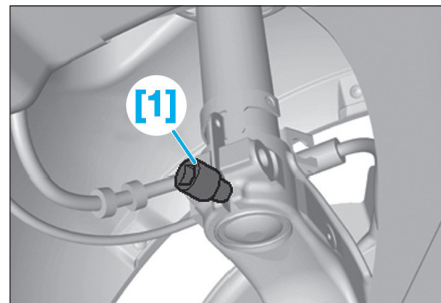

FIG. 12
- Introduire l'outil [1] dans la fente du moyeu, puis le tourner de 90° (Fig.12).